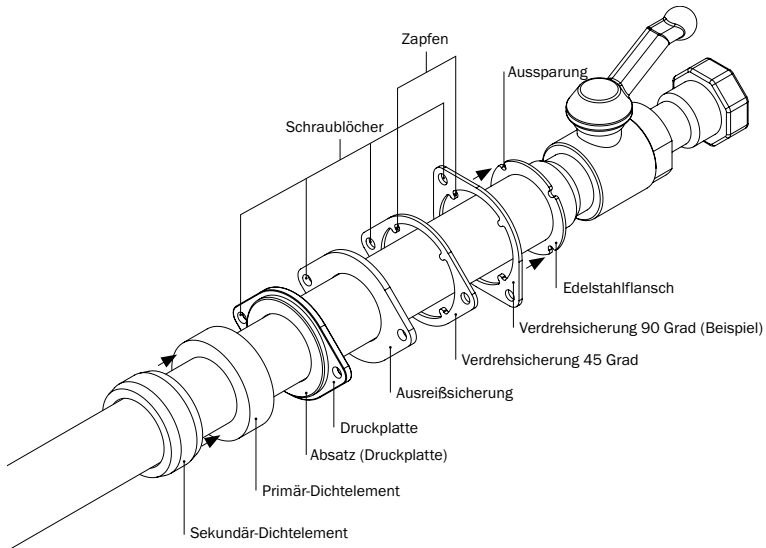

Abbildung 5.4: Burger Gashauseinführung DN 25 - Installation Montageset Verdreh- und Ausreißsicherung
- Die zweite Verdrehsicherung (90 Grad bzw. 45 Grad) von unten nach oben über Burger Gashauseinführung DN 25 schieben, so dass die Zapfen in die Aussparungen des Edelstahlflansches passen (s. Abbildung 5.4). Die zweite Verdrehsicherung muss an der Unterseite bündig mit dem Edelstahlflansch abschließen.
- Anschließend die Ausreißsicherung von unten nach oben über Burger Gashauseinführung DN 25 bis an den Edelstahlflansch schieben. Die Schraublöcher müssen übereinander liegen (s. Abbildung 5.4).
- Danach die Druckplatte von unten nach oben mit dem Absatz nach unten zeigend über Burger Gashauseinführung DN 25 bis an die Ausreißsicherung schieben. Die Schraublöcher müssen übereinander liegen (s. Abbildung 5.4).
- Dann das Primär-Dichtelement von unten nach oben über Burger Gashauseinführung DN 25 bis an die Druckplatte schieben (s. Abbildung 5.4).